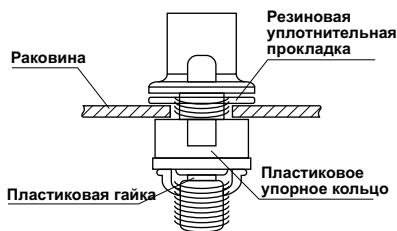

Рис. 3
3. Установите кран в отверстие раковины, поставьте уплотнительную прокладку, упорное кольцо и закрепите кран снизу с помощью пластиковой гайки (рис. 3). Гайка должна быть затянута плотно, но не перетянута.